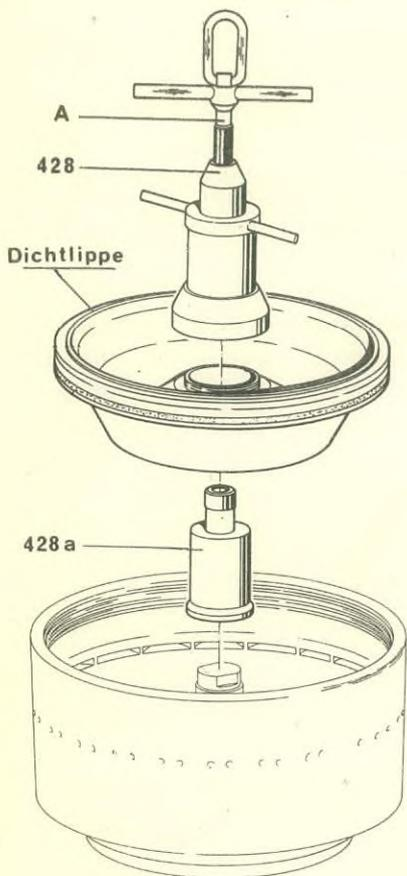

Bild 4/3a
- 7) **Bild 4/3a:** Führungsflächen des Kolbenschiebers und Trommelunterteils mit der mitgelieferten Spezial-Schmierpaste dünn einreiben. Druckstück 428a auf Nabe des Trommelunterteils so setzen, daß die Bohrungen im Druckstück über die Arretierstifte des Unterteils greifen. Dann Kolbenschieber mit Abziehvorrichtung 428 so einsetzen, daß O-Zeichen über O-Zeichen liegen. Durch Linksdrehen der Gewindespindel "A" Kolbenschieber langsam senken, bis die Arretierstifte des Unterteils in die Bohrungen des Schiebers einrasten, evtl. Kolbenschieber rütteln.